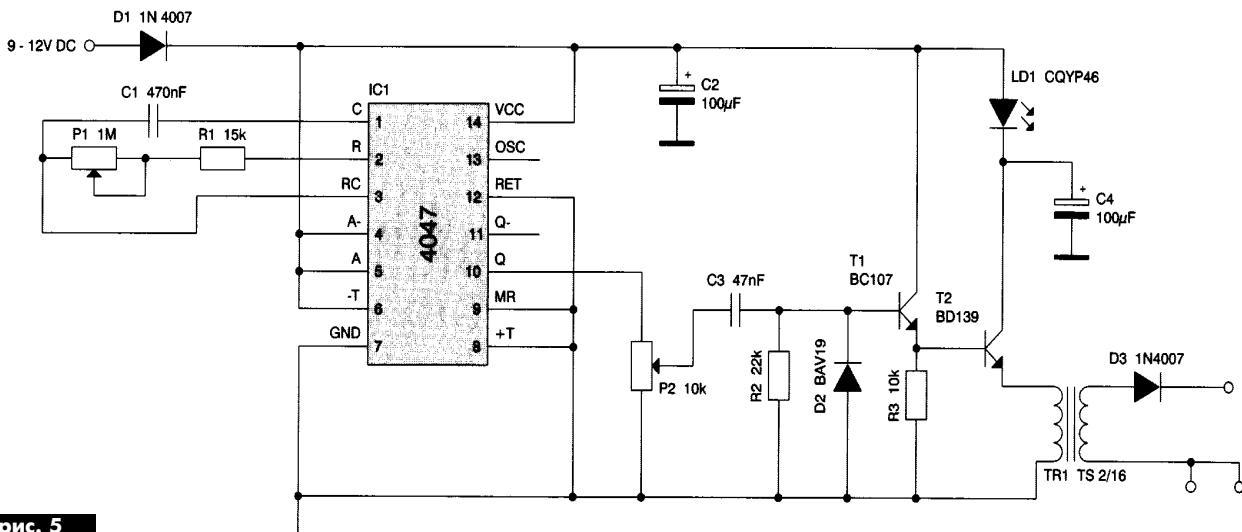

рис. 5
**устройство для акупунктуры**, схема которого приведена на **рис.5**. Устройство представляет собой генератор импульсов на микросхеме 4047 (отечественного аналога нет). Частота генерации зависит от элементов R1, P1, C1 и для элементов, указанных на схеме, составляет от 0,5 до 35 Гц. Дифференцирующая цепь C3R2 формирует короткие импульсы, которые затем усиливаются по току двумя эмиттерными повторителями на транзисторах T1, T2 (примерные аналоги KT315, KT817). Затем импульсы усиливаются по напряжению в 30 раз на трансформаторе TR1 и подаются на электроды, представляющие собой провода толщиной 3 мм и длиной 30 мм.